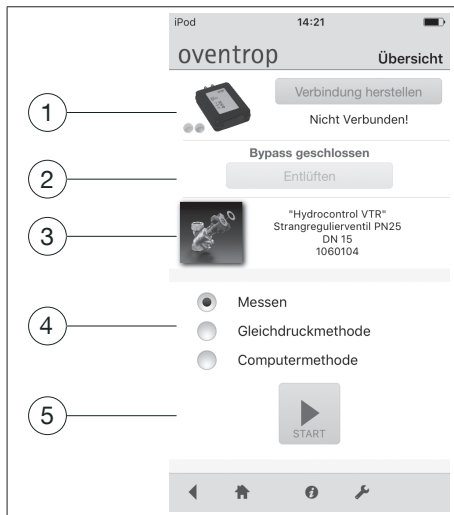

Abb. 4: Übersicht
- 10. Nachdem der Entlüftungsvorgang abgeschlossen ist, wählen Sie die gewünschte Methode (siehe Abb. 4 auf Seite 6).